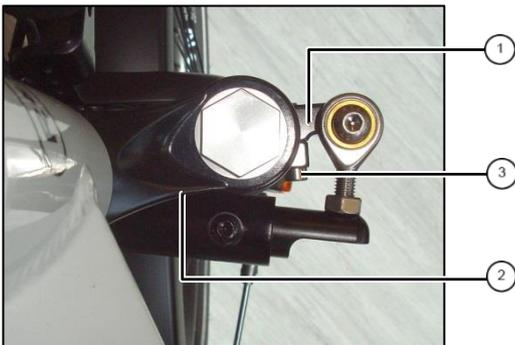

Abb. 3: Lenkhebel an Federgabel
1. Gegebenenfalls neuen Lenkhebel ^① mit Schrauben M5x20 ^② und M5x25 ^③ an rechtem Standrohr montieren. Schrauben noch nicht ganz festziehen.
2. Lenkhebel ganz nach oben schieben und gemäß Abb. 3 ausrichten. Zuerst Schrauben ^③ festziehen, dann Schrauben ^② (in Abb. 3 nicht sichtbar). **Anzugsmoment: 5Nm.**